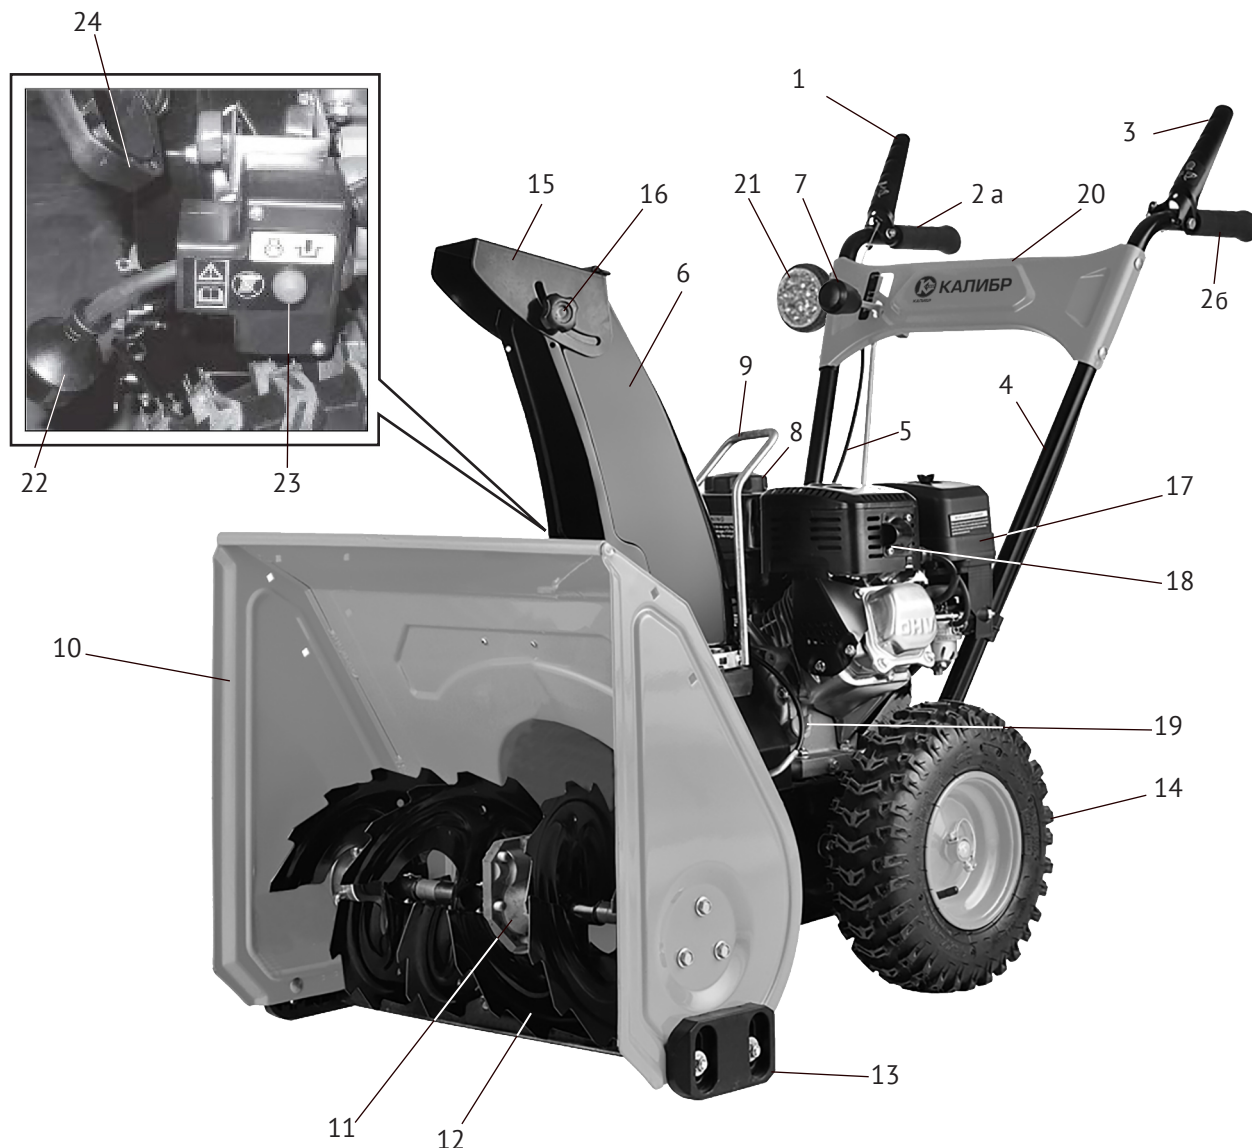
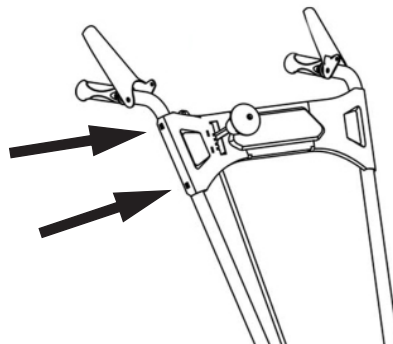
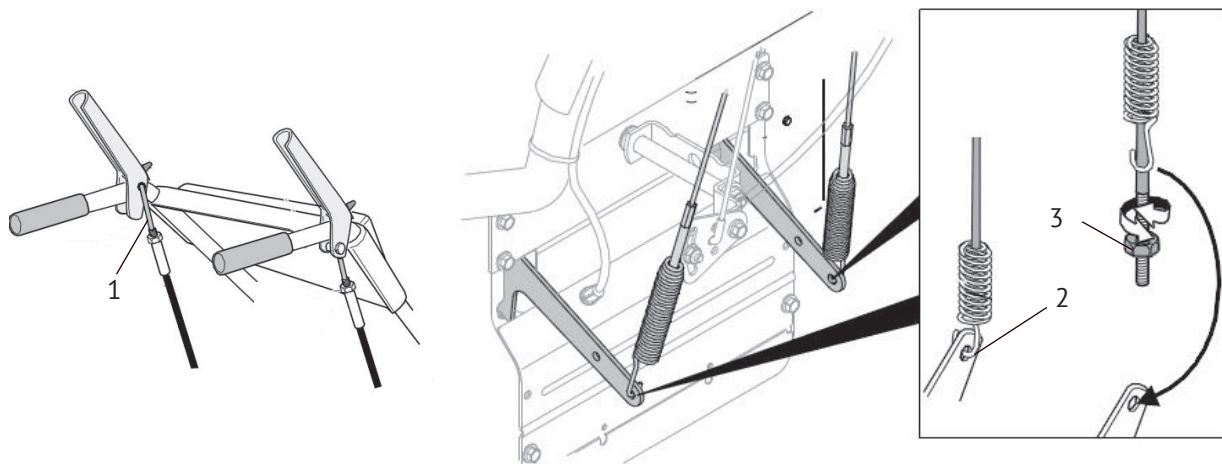

рис. 1
рис. 2
рис. 6
2.4 Общий вид снегоуборочника представлен на рис.1
- закрепите рукоятки четырьмя болтами (по два на левой и правой), как указано на рис.2;
- прикрепите панель управления (рис.1 поз.20) четырьмя болтами (по два с левой и правой стороны), как указано на рис.2.
Порядок установки рычага переключения скоростей (рис.1 поз.7):
- пропустите тягу через отверстие с обратной стороны панели управления (рис.1 поз.20);
Внимание! Жёлоб для выброса снега (рис.1 поз.6) крепится к снегоуборочнику при помощи рукоятки поворота жёлоба (рис.1 поз.9).
Внимание! При установке тросов привода шнека (рис.1 поз.4) и привода колёс (рис.1 поз.5), не затягивайте гайки слишком сильно. Окончательная настройка производится после полной сборки снегоуборочника.
- установите в отверстие на рычаге управления (рис.1 поз.1 и 3) верхний Z – образный конец троса привода, как показано на рис.6 (поз.1);
- нижний конец троса со спиральной пружиной (рис.6 поз.2) закрепите на натяжном кронштейне. Гайкой (рис.6 поз.3) отрегулируйте натяжение троса.
Перед использованием снегоуборочника необходимо отрегулировать положение ограничительных лыж (рис.1 поз.13). На них снегозаборник скользит по обрабатываемой поверхности, и кроме того с их помощью выставляется расстояние от нижней планки снегозаборника до очищаемой поверхности.
Рычаги приводов колёс и шнека (рис.1 поз.1 и 3) должны прижиматься к рукояткам управления (рис.1 поз.2а и 2б) без чрезмерных усилий.
- в момент передвижения снегоуборочника установите рычаг переключения скоростей (рис.1 поз.7) в положение задней скорости, а затем в положение наибольшей передней скорости;